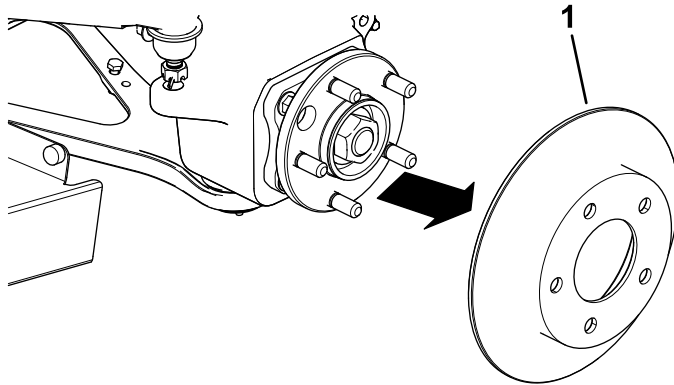

Bild 6
6. Entfernen Sie den Drehzylinder (Bild 6).
4. Befestigen Sie den Drehzylinder an der Nabe (Bild 6).